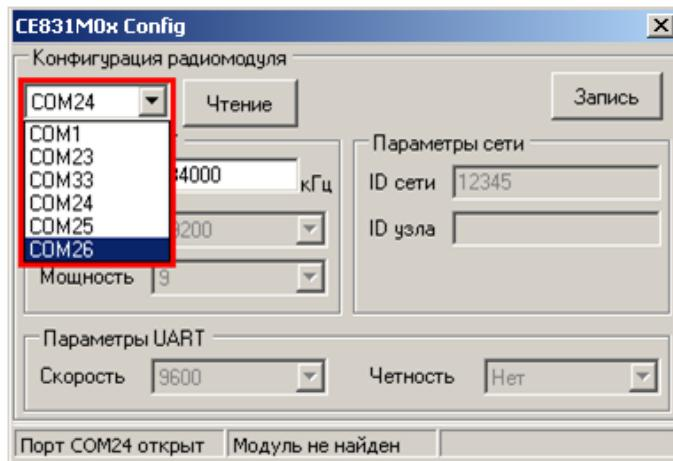

Рисунок 37 – Изменение номера используемого СОМ-порта
5.2.3.4.9 После выбора нового СОМ-порта необходимо дождаться сообщения в строке статуса (см. рисунок 37) о том, что открыт именно выбранный СОМ-порт (ожидание 1-3 сек.).